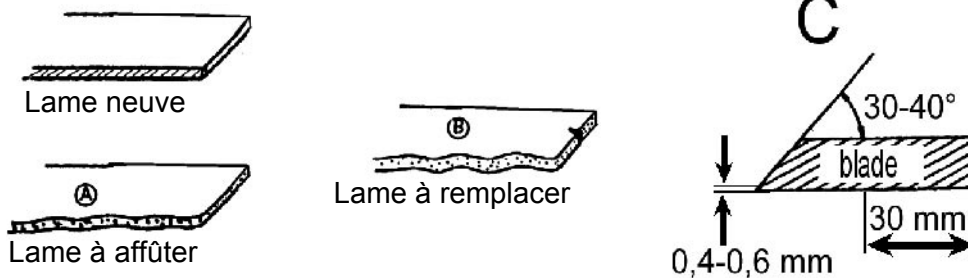

Figure 10
- en cas de ré-affûtage, respecter les angles d'origine C(fig. 10).